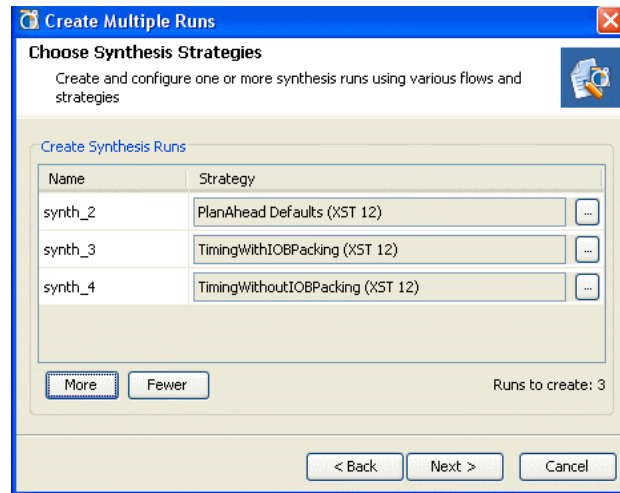

図 9-22 : [Choose Synthesis Strategies] ページ
3. 合成を実行する場合は、[Next] をクリックし、275 ページの図 9-22 に示すような [Choose Synthesis Strategies] ページを起動します。